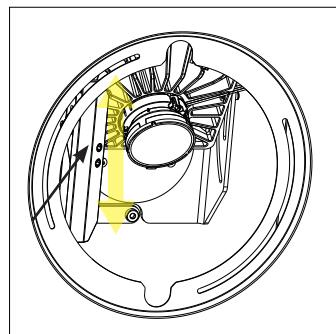

fig. 20 (inclinaison)
- d. À l'aide de l'outil hexagonal de 4 mm, utilisez la commande d'inclinaison pour viser l'émetteur (voir fig. 20).